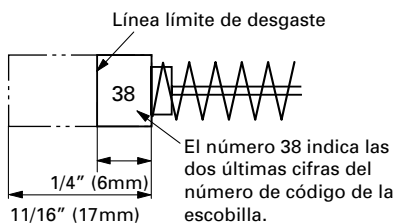

Fig. 39
3. Inspección de las escobillas (Figs. 39 y 40)
Por lo tanto, inspeccione periódicamente las escobillas y reemplácelas cuando se hayan desgastado hasta la línea límite mostrada en la Fig. 39.